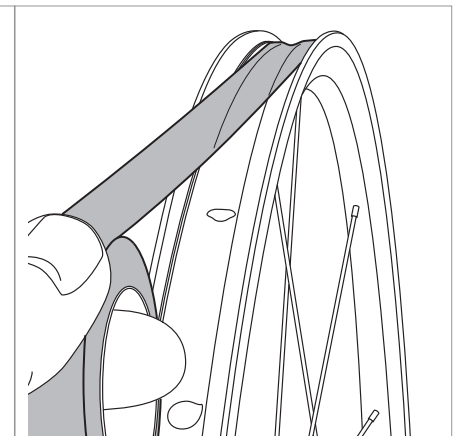

Fig.5
- Avancer le long de la jante en déroulant la bande, en la tenant tendue et en l'appuyant dans le creux central en cherchant de la maintenir centrée par rapport aux côtés internes de la jante (Fig. 5).